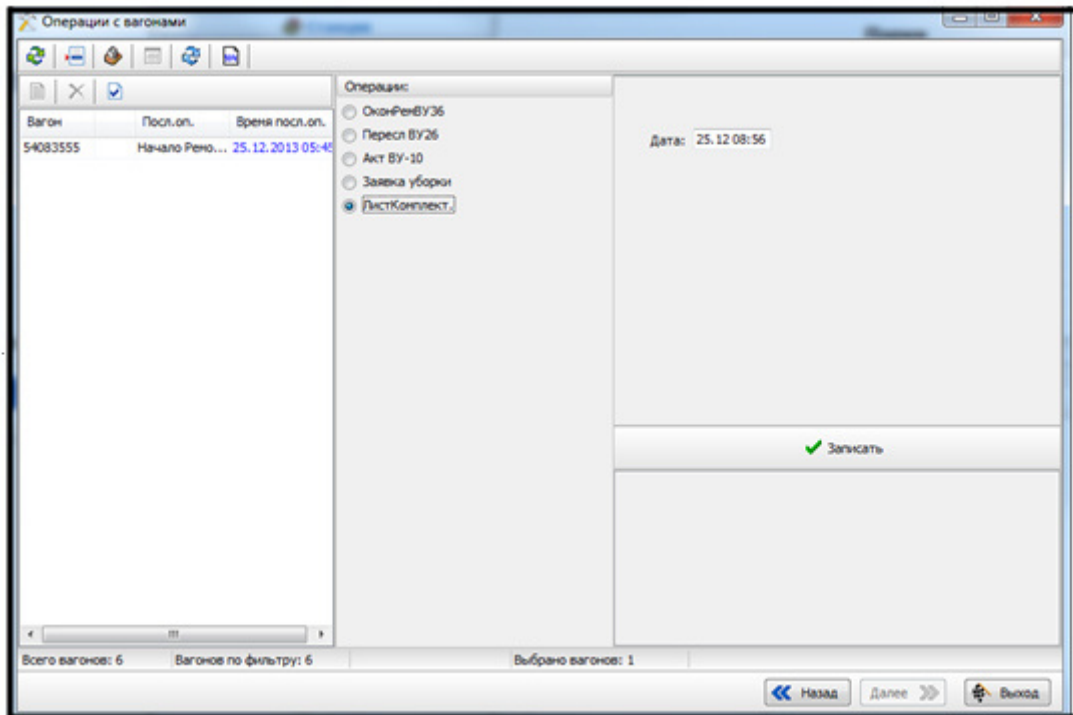

Рисунок 46 - Ввод операции [Лист комплектации]
- выбрать операцию - [ЛистКомплект] (см.рис.46);